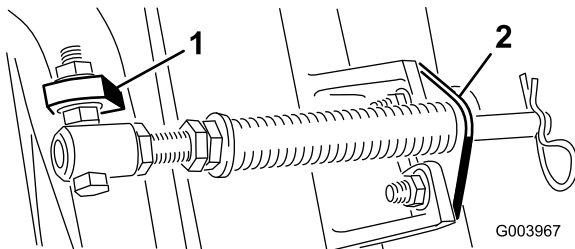

Bild 5
- C. Montieren Sie die Schraube des Federrohrs an der anderen Nase am Trägerrahmen und befestigen sie mit der Bundmutter. Der Schraubenkopf zeigt zur Außenseite der Lasche, siehe Bild 5.
- D. Montieren Sie die Stangenhalterung mit den Schlossschrauben und Muttern an den Schneideeinheiten (Bild 5).